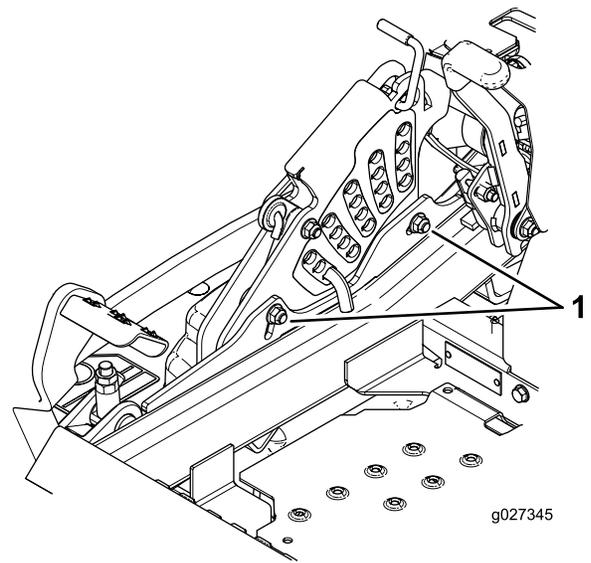

Figura 97
12. Per agire sull'impianto di regolazione da un punto unico, allentate i 2 bulloni alla base della piastra dell'altezza di taglio (Figura 97).